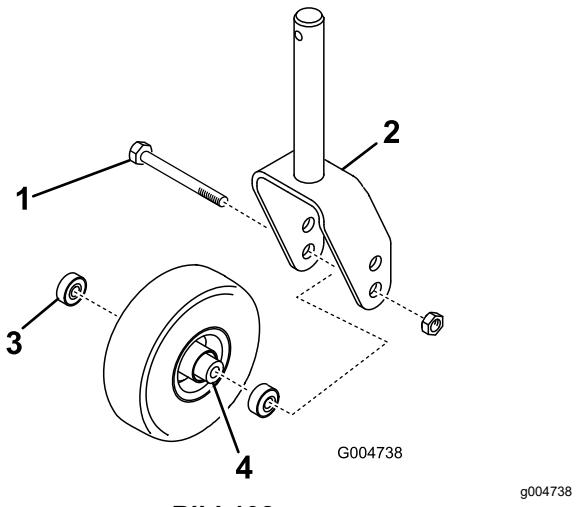

Bild 108
1. Entfernen Sie die Sicherungsmutter von der Schraube, mit der das Laufrad zwischen der Laufradgabel oder am Laufradgelenkarm (Bild 108) befestigt ist.
2. Halten Sie das Laufrad fest und schieben die Schraube aus der Gabel oder vom Gelenkarm ab (Bild 108).
3. Entfernen Sie das Lager aus der Radnabe und lassen das Lagerdistanzstück herausfallen (Bild 108).
4. Entfernen Sie das Lager aus der gegenüberliegenden Seite der Radnabe (Bild 108).